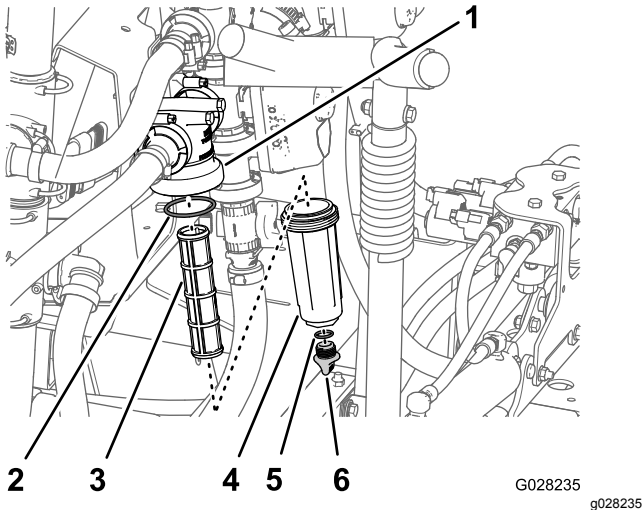

Figura 94
2. Allineate una bacinella di spurgo sotto il filtro della pressione (Figura 94).
3. Ruotate il tappo di spurgo in senso antiorario e rimuovetelo dal pozzetto del filtro della pressione (Figura 94).
4. Ruotate il pozzetto in senso antiorario e rimuovetelo dalla relativa testa del filtro (Figura 94).
5. Rimuovete l'elemento del filtro della pressione usato (Figura 94).
6. Controllate l'O-ring del tappo di spurgo (situato all'interno del pozzetto) e l'O-ring del pozzetto (situato all'interno della testa del filtro) per escludere danni e usura (Figura 94).
7. Montate il nuovo elemento del filtro della pressione nella testa del filtro (Figura 94).
8. Montate il pozzetto sulla testa del filtro serrando manualmente (Figura 94).
9. Montate il tappo nel pozzetto serrando manualmente (Figura 94).